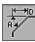

图 5.7.2 “倒角”对话框
Step2. 选择命令。选择下拉菜单 **插入(I)** → **特征(F)** → **倒角(C)...** 命令(或单击“特征(F)”工具栏中的 **倒角** 按钮), 系统弹出如图 5.7.2 所示的“倒角”对话框。